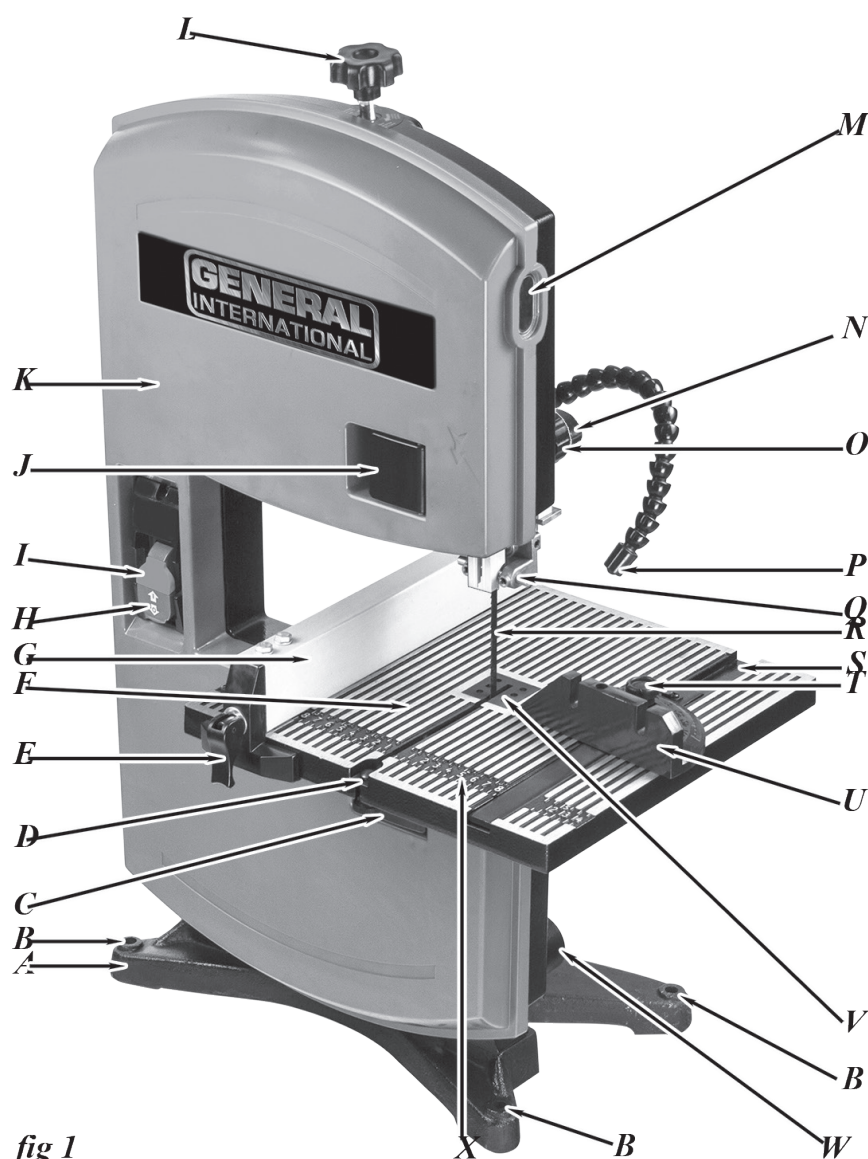

fig 1
1. Desserrez le bouton de verrouillage du guide-lame supérieur (N, fig 1 et 2) et tournez le bouton de réglage du guide-lame supérieur (O, fig 1 et 2), ce qui portera le guide-lame supérieur (A, fig 1 et 2) vers le haut.
1. Desserrez le bouton de verrouillage de guide de lame supérieur (N, fig 1 et 2) et tournez le bouton de guide de lame supérieur (O, fig 1 et 2), ce qui portera le guide de lame supérieure (A, fig 1 et 2) à une position la plus haute.
1. Relevez le levier de barrure de serrage (E, fig 1) sur le guide.
2. Utilisez les trous dans la base de la scie (B, figure 1 et 2) pour marquer et pré-perçage les trous de fixation. Si la scie doit être utilisée dans un endroit, de façon permanente fixer à la surface de travail à l'aide de vis à bois, en cas de montage à bois. Utilisez des boulons, des rondelles et des écrous en cas de montage dans le métal.
- Situé sur le côté moteur de la scie à ruban se trouve une sortie de 1-1 / 2 po (W, figure 1 et 2). Ce port peut être connecté à un système de collecte de la poussière directement en reliant l'extrémité de prise du tuyau de collecteur de poussière.
1. Tournez le bouton de tension de la lame (L. fig 1 et 2) dans le sens horaire, à soulever la partie supérieure roue à aubes et augmenter la tension sur la lame. La lame doit être serré sur la roue, mais ne pas trop serrer la lame.